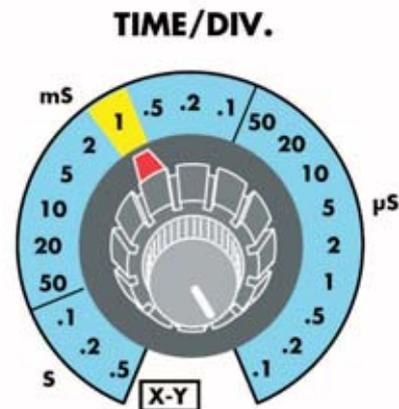
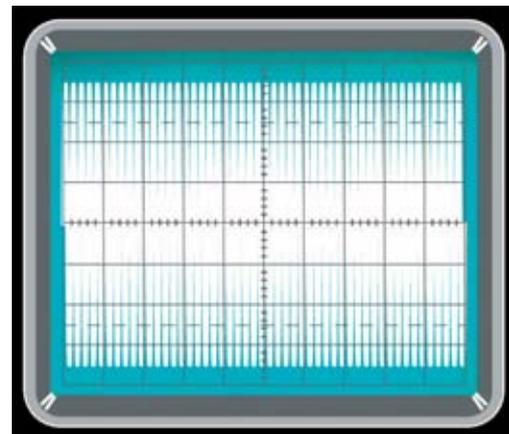

Fig.4 Para ver la señal con el aspecto mostrado en las Figs.8-9-10 hay que posicionar el control Time/Div. en 1 milisegundo.
Fig.9 Ajustando la frecuencia del Generador RF se encontrará un valor que hace aparecer la señal con su amplitud máxima (6-7 cuadros).
- Ajustar el selector **Time/Div.** a un tiempo de **1 milisegundo** (ver Fig.4) de forma que se vea en pantalla la señal obtenida del **Generador RF** (ver Fig.9).
- E: Selector de la Base de Tiempos o Time/Div. (ver Fig.4).
una amplitud correspondiente a unos **6-7 cuadros** en **vertical** (ver Fig.9).
Una vez ajustada la amplitud a **6-7 cuadros** en **vertical** (ver Fig.9) es aconsejable no volver a tocar el mando **RF OUT** del **Generador RF**.
Una vez alcanzada la **amplitud máxima** (ver Fig.9) si se sigue aumentando la frecuencia del **Generador RF** la amplitud **disminuirá** (ver Fig.10).
Fig.5 Para medir el valor de una inductancia o de una impedancia hay que conectar entre la salida del Generador RF y la sonda del osciloscopio dos resistencias de 1.000 ohmios 1/4 vatio en serie. A continuación hay que ajustar el mando RF OUT del Generador RF (amplitud de la señal de salida) de forma que la señal presente en el osciloscopio tenga una amplitud de 6-7 cuadros (ver Fig.9).
La frecuencia correspondiente a la **amplitud máxima** (ver Fig.9) es la **frecuencia de sintonía**. En ese momento hay que leer en el **Generador RF** el valor de la **frecuencia**.
MHz: Valor de la **frecuencia de sintonía**, expresado en **Megahertzios**, correspondiente al momento en el que la señal mostrada en el osciloscopio alcanza su **máxima amplitud** (ver Fig.9). Este valor se eleva al **cuadrado**, de ahí que en la fórmula aparezca como **MHz x MHz**.
Suponiendo que la **amplitud** máxima (ver Fig.9) se ha alcanzado con una frecuencia de **2,32 MHz**, podemos afirmar que la **impedancia** tiene un valor de:
En estos casos para observar con claridad la señal correspondiente a la **frecuencia de sintonía** hay que ajustar el control **Volts/Div.** a valores de **5-10 milivoltios x cuadro**, o bien ajustar el mando **RF OUT** del **Generador RF** (amplitud de la señal de salida) de tal forma que la señal en la pantalla del osciloscopio cubra **6-7 cuadros** en **vertical** (ver Fig.9).
Ajustando lentamente el mando de control de frecuencia del **Generador RF**, empezando por una frecuencia **baja** y subiendo a frecuencias **más altas**, hay que localizar el valor correspondiente a la **máxima amplitud** de la señal (ver Fig.9).
Nuevamente la **amplitud máxima** de la señal (ver Fig.9) corresponde a la **frecuencia de sintonía** exacta del **filtro cerámico**.